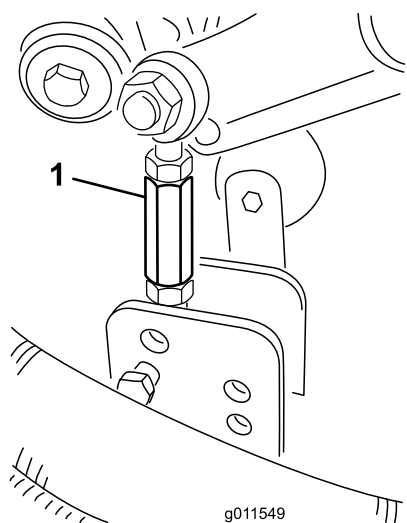

Figura 28
9. Retire os contrapinos tipo grampo e os pinos de segurança que fixam os elementos de ligação do amortecedor aos suportes da plataforma do cortador (Figura 28).